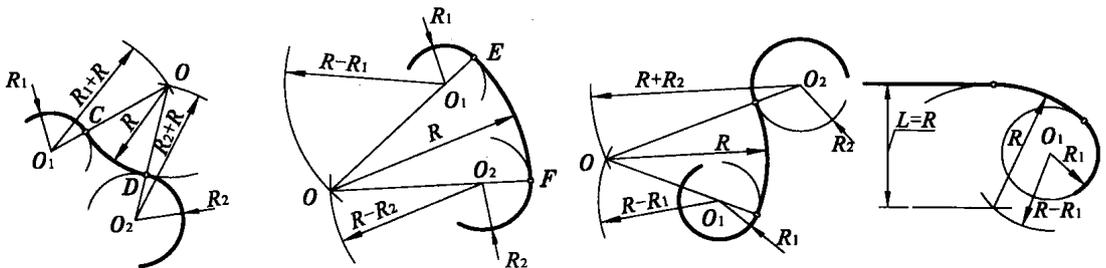

图 1-3 圆弧和圆弧相切
- (1) 直线:可用丁字尺和三角板配合画直线,直线有水平线、垂直线和斜线。
- (2) 圆和圆弧:画圆和圆弧要由圆心来定位。
- (3) 直线与圆或圆弧相切,把握直线与圆或圆弧相切的方向。
- (4) 圆弧和圆弧相切,如图 1-3 所示。